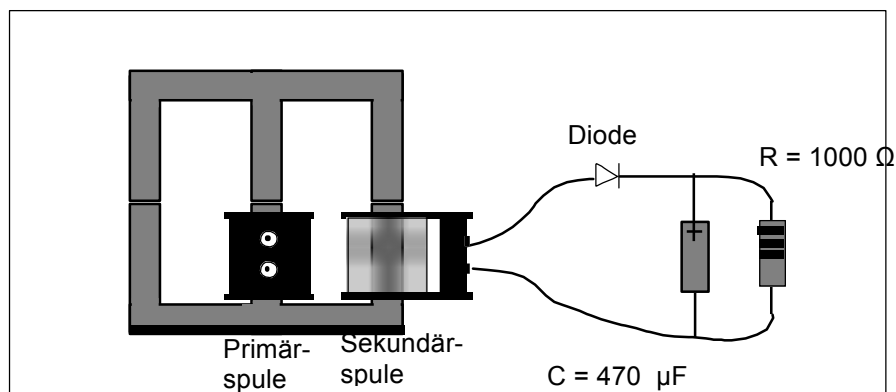

Abb. 4
10. Fügen sie der Schaltung einen Kondensator der Größe $470 \mu\text{F}$, wie in Abb. 4 gezeigt parallel zum Lastwiderstand hinzu. Achten Sie dabei auf die Polung des Kondensators. Der Pluspol des Kondensators ist mit der Kathode der Diode verbunden. Welche Wellenform ergibt sich nun über dem Lastwiderstand? Sind die Schwankungen im signal dieselben, wie bei der vorherigen Schaltung? Wie hoch ist der Wert der Gleichspannung?
13. Stellen Sie auf Ihrem Oszilloskop die Triggerung so ein, dass auf die Netzfrequenz getriggert wird (schauen sie ggf. im Handbuch Ihres Oszilloskopes nach). Verbinden Sie nun die Masse des Tastkopfes mit *Punkt B* der Schaltung (Abb. 4). Die Tastkopfspitze schließen Sie an *Punkt A* an. Zeichnen Sie den zeitlichen Verlauf des Signals (Ausgangsspannung) auf. Wiederholen Sie die Messung, indem Sie die Tastkopfspitze an *Punkt C* anschließen. Zeichnen Sie das Ergebnis erneut auf. Welche Unterschiede ergeben sich zwischen den beiden Kurvenformen? Beschreiben sie die Unterschiede.